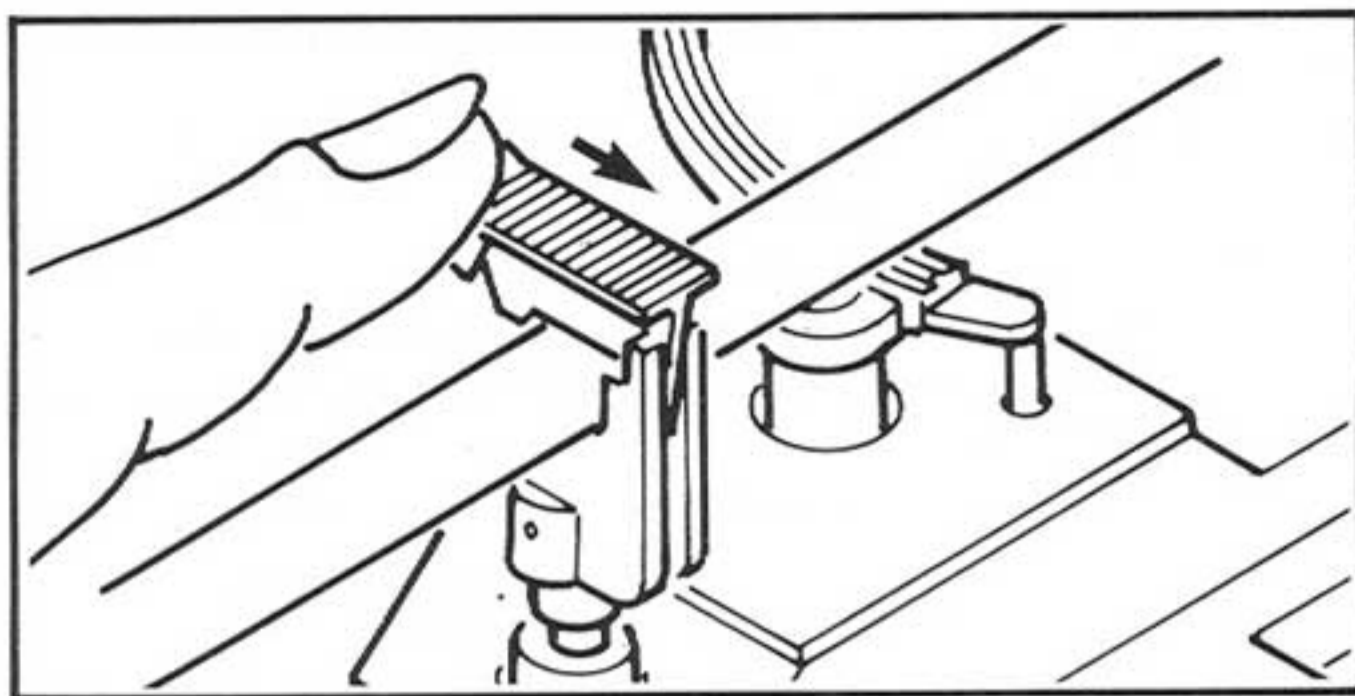

Fig. 18 Abb. 18
1. Put a record on the platter, release the rest clamp. (Fig. 18)
1. Legen Sie eine Schallplatte auf den Plattenteller und lösen Sie die Klemme der Tonarmaufgabe. (Abb. 18)
1. Placer un disque sur le plateau de la platine et libérer l'étrier. (Fig. 18)